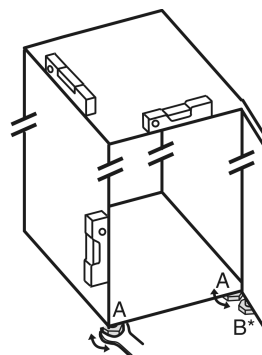

Fig. 36
- Dévisser les pieds réglables Fig. 36 (A) avec la clé plate fournie et utiliser un niveau à bulle pour vérifier que l'appareil est bien plan.
- Dévisser le pied réglable Fig. 36 (B) du support de palier avec la clé plate fournie jusqu'à ce qu'il touche le sol.
- Tourner le pied réglable Fig. 36 (B) de 90° supplémentaires.